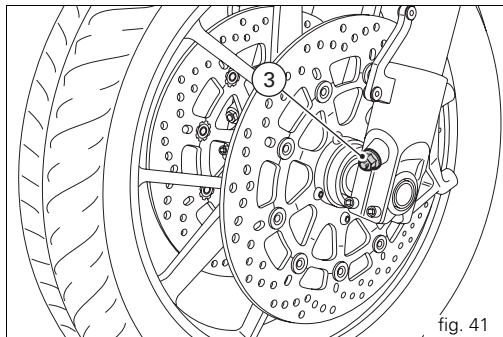

fig. 41
- 3) pour modifier le frein hydraulique en compression (fig. 41).
A l'aide d'un tournevis plat, tourner l'élément de réglage (3, fig. 41), dans la partie arrière des pattes d'ancrage roue, pour modifier le frein hydraulique en compression.